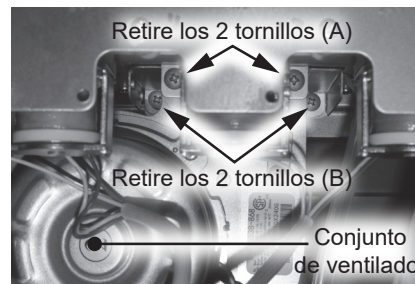
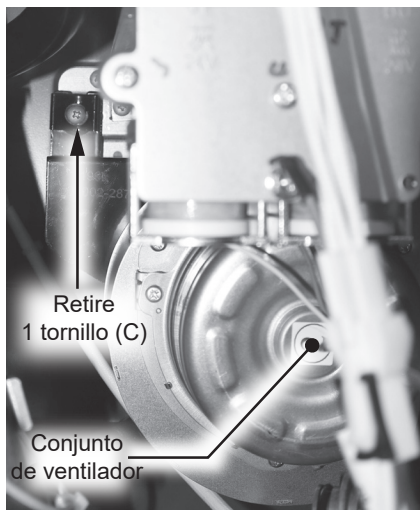

Figura 102 - Ubicación del tornillo del ventilador (A y B)
Figura 103 - Ubicación del tornillo del ventilador (C)
- 21** Ubique los cinco tornillos que fijan el conjunto de ventilador al quemador. Hay dos tornillos que fijan la parte delantera del conjunto de ventilador (A), dos tornillos que fijan la parte trasera del conjunto de ventilador (B) y un tornillo que fija el soporte del ventilador (C) al gabinete del calentador de agua. Consulte Figura 102 y la Figura 103.